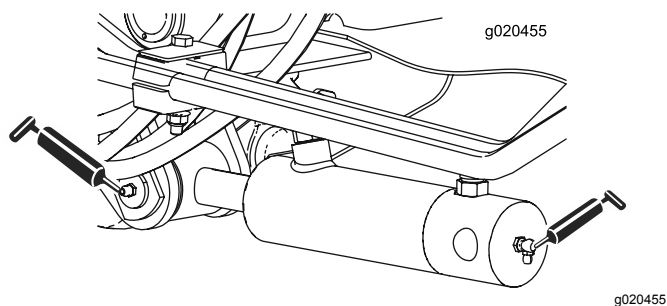

Figura 81
- 2 (su ciascun lato) boccole orientabili del cilindro del braccio di sollevamento (Figura 81)